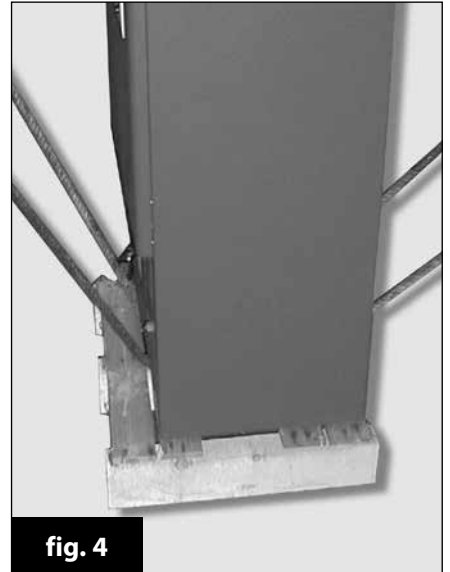

fig. 4
- \* après avoir fait passer des courroies ou des câbles sous la chaudière et à l'intérieur des pieds d'appui, la soulever pour l'enlever de la palette en bois et la poser au sol. **Attention: bien maintenir la chaudière en la soulevant de la palette de façon à ne pas la retourner** (fig. 4);